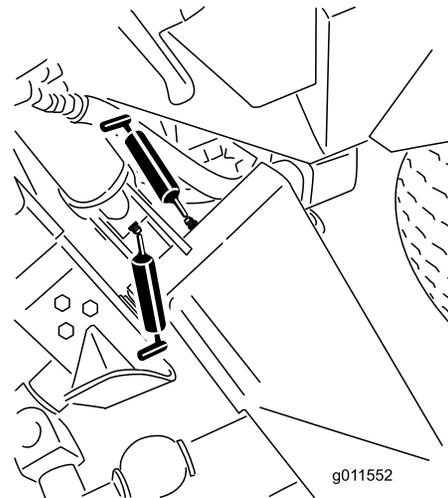
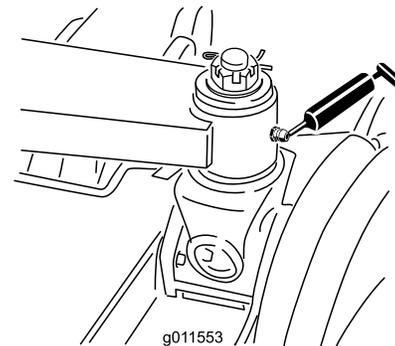

Figura 43
Figura 44
- Casquilhos do braço de elevação principal (6) (Figura 43 e Figura 44)